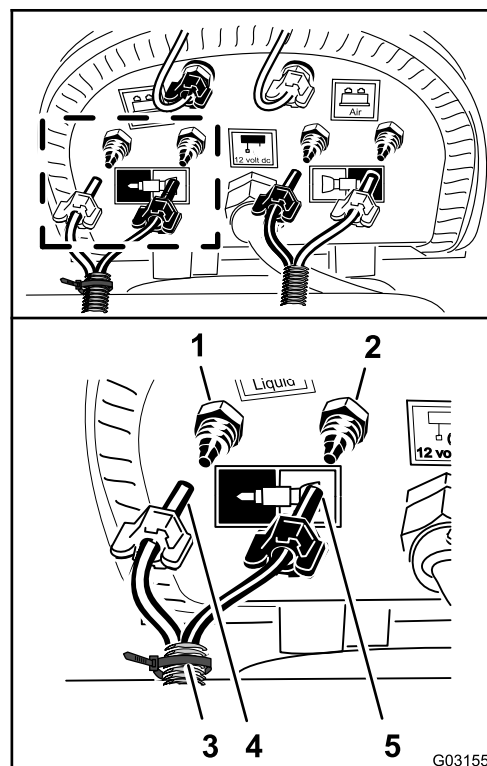

Figura 143
1. Collegate il tubo con la fascetta per cavi che avete preparato al passaggio 9 di Preparazione dei nuovi gruppi dei tubi per gli ugelli del tracciafile schiumogeno (pagina 13) allineando il tubo blu per la sezione di irrorazione di destra sul raccordo di compressione per il circuito dell'acqua della sezione di irrorazione di destra (Figura 143).
2. Montate il dado di compressione del tubo sul raccordo e serrate il dado manualmente (Figura 143).
3. Allineamento del tubo trasparente per la sezione di irrorazione di destra sul raccordo di compressione per il circuito dell'aria della sezione di irrorazione di destra (Figura 143).
4. Montate il dado di compressione del tubo sul raccordo e serrate il dado manualmente (Figura 143).